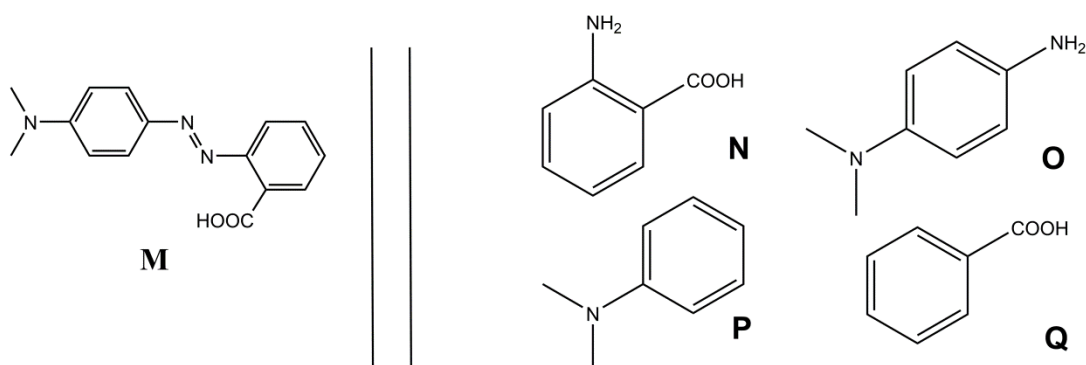

Fig. 1 – Posibles reactivos para la síntesis de **M**.
2. **M** puede ser sintetizado en dos pasos a partir de reactivos simples (Fig. 1). **Escoja** entre los reactivos sugeridos (**N** a **Q**) aquellos que puedan producir **M** con una regioselectividad muy alta. El nitrito de sodio (NaNO_2) en ácido clorhídrico acuoso frío se utiliza como reactivo para el primer paso de la síntesis.